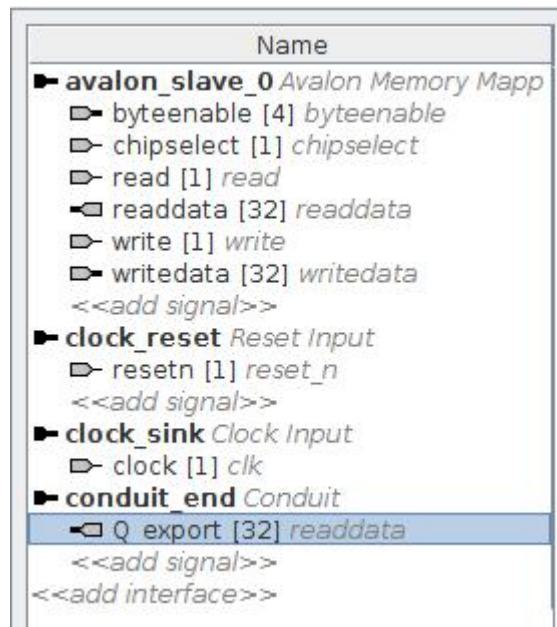

Рис. 30. Налаштування сигналів
10. Виконайте відповідні налаштування для інших сигналів. Результат повинен відповідати рис. 30.